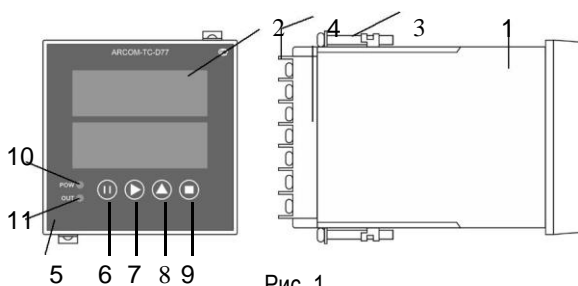

Рис. 1
- 1.2 Установите прибор в отверстие. С помощью крепления 1 (см. рис. 1) закрепите прибор в щите.